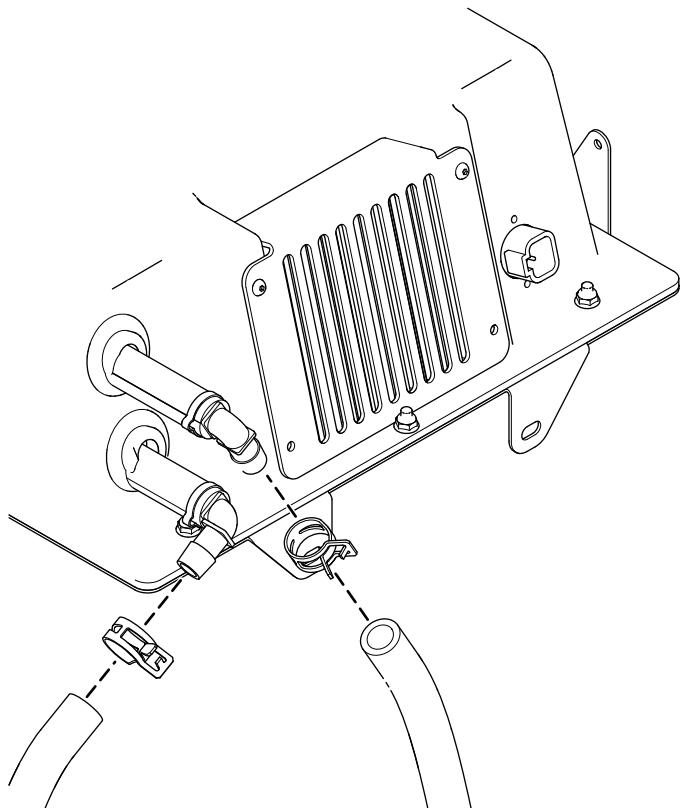

Figura 16
7. Conecte las 2 mangueras de refrigerante en la parte delantera de la caja del calentador con 2 abrazaderas de banda, tal y como se muestra en la Figura 16.